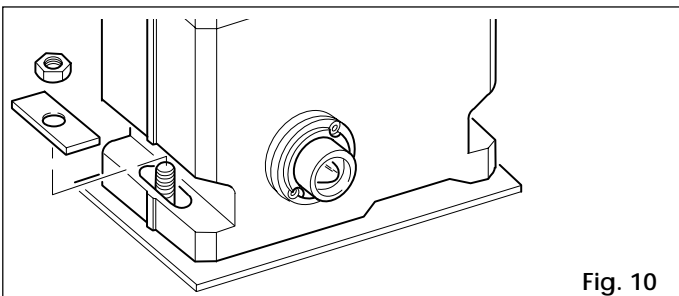

Fig. 10
- 4) Fijar el motorreductor a la placa de cimentación mediante las dos tuercas y las chapas que se incluyen en el suministro (fig. 10).